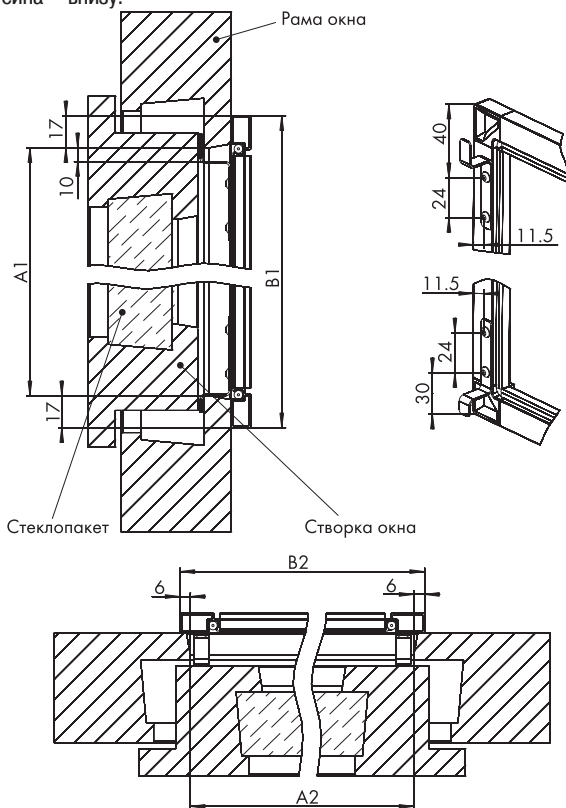

Рис. 3
где В1 – общая высота изделия, В2 – общая ширина изделия (см. рис. 3 и 4).
- для профиля москитного MFP2: В2-50 мм, где В2 – общая ширина изделия (см. рис. 3 и 4).
где С1 – высота сетки; С2 – ширина сетки; В1 – общая высота изделия; В2 – общая ширина изделия (см. рис. 3 и 4).
1. Расчет габаритных размеров рамочной системы из профиля MFP1 производится исходя из размеров светового проема окна (см. рис.3).